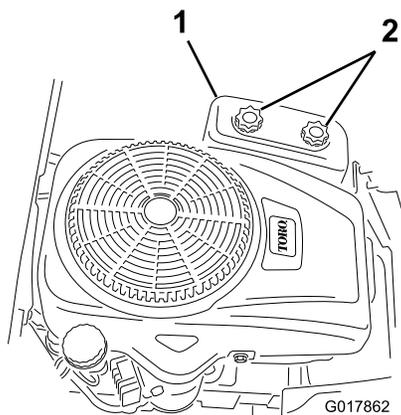

Bild 18
3. Entfernen Sie die Luftfilterabdeckung durch Lösen der beiden Sterngriffschrauben (Bild 18).